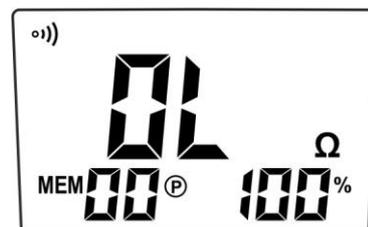

Fig. 5
4. No final da sequência de ligar, em condições de funcionamento normal, é apresentado no display o ecrã da Fig. 5 associado a um som contínuo.